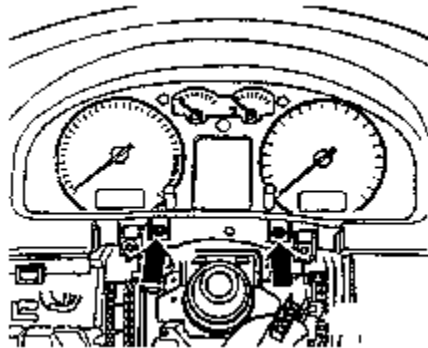

图 11-26 取下组合仪表
⑧如图 11-26 所示。拧开两个螺钉（箭头），取下组合仪表，断开插头连接。